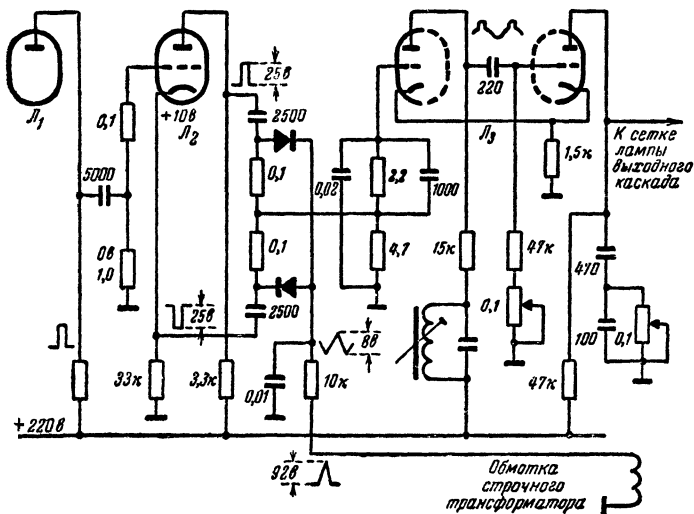

Рис. 46. Схема фазового дискриминатора, в котором симметрирующий трансформатор заменен инвертором полярности, собранным на лампе  $Л_2$ .
**Л.** — Безусловно. Вот, например, один из возможных вариантов ее выполнения (рис. 46). В этой схеме роль симметрирующего устройства играет инверторный каскад.